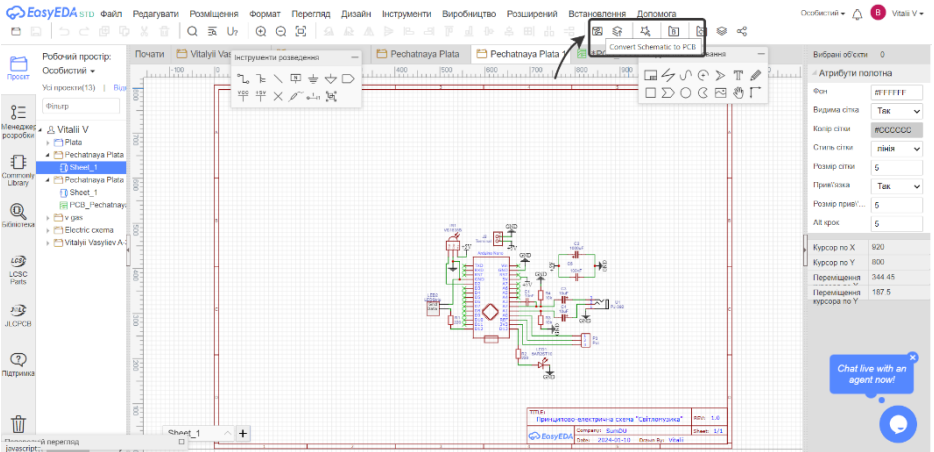

Рисунок 3.1 – Конвертування друкованої плати
**Проектування друкованої плати.** Щоб перейти до редактора друкованих плат і підготувати схему для друку, у верхньому меню виберіть опцію «Конвертувати в друковану плату» (рис. 3.1). Після цього система автоматично перенаправить вас до редактора друкованої плати.